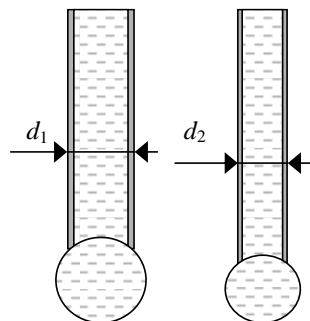

Рис. 2
*Проделайте эксперимент с другой трубкой (рис. 2).*